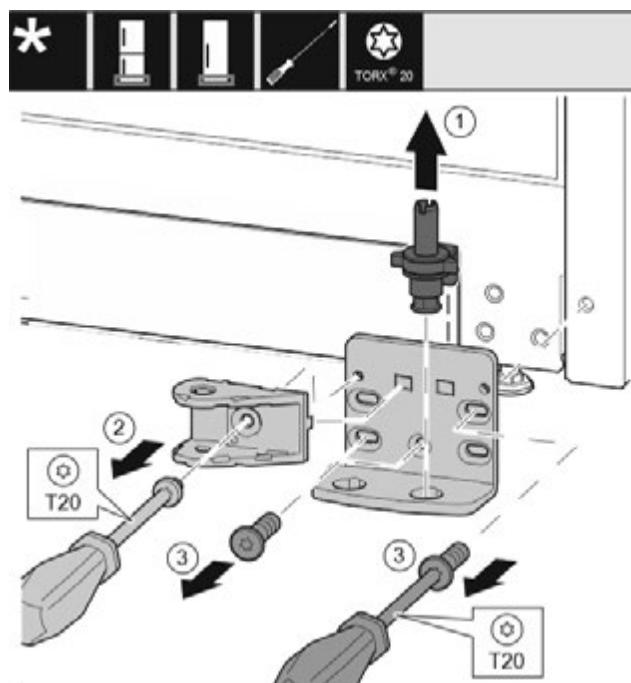

Fig. 27
- Опорний гвинт цілком витягніть рухом вгору. Fig. 27 (1)